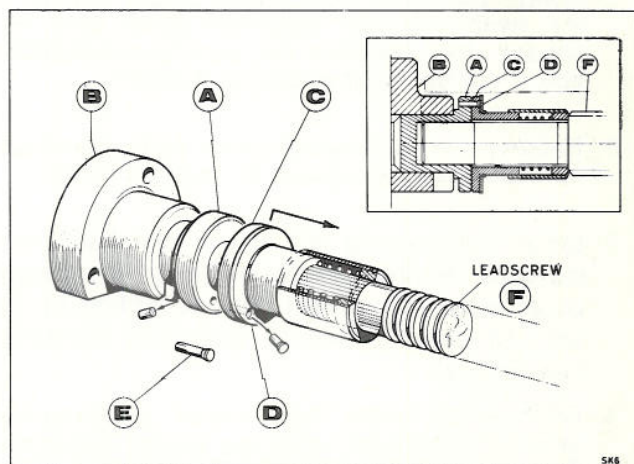

Fig. 22
La transmission est protégée contre les surcharges excessives par une goupille de cisaillement prévue dans la commande de la vis mère juste à l'avant de la boîte d'avance, voir fig. 22. Pour remplacer une goupille cisailée, débrayer d'abord la commande de la vis-mère (F) en plaçant le levier de droite de la boîte d'avance dans la position Y. Puis, tourner l'arbre (A) muni d'une bride qui porte la goupille cassée en direction de la fente au fond du carter de la boîte d'avance (B). Pousser le collier (C) muni d'un ressort vers la droite et pousser la goupille dans la fente. Tourner ensuite la cuvette (D) pour rendre accessible la tête de la goupille et l'enlever du collier (C).
Das Getriebe wird gegen Überlastung durch einen Scherstift gesichert, welcher sich im Antrieb der Leitspindel unmittelbar vor dem Vorschubgetriebe befindet (siehe Abb. 22).
The transmission is protected against severe overload by a shearpin fitted into the leadscrew drive, just forward of the gearbox, see Fig. 22.